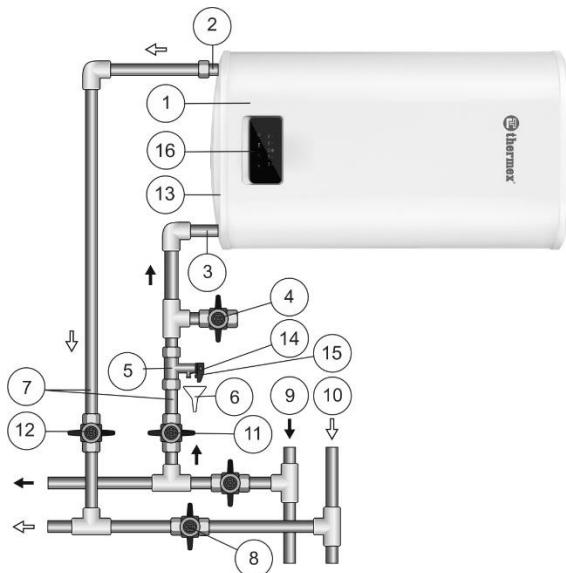

Рисунок 2. Схема подключения ЭВН к водопроводу в горизонтальном положении
- В горизонтальном положении в соответствии с Рис. 2